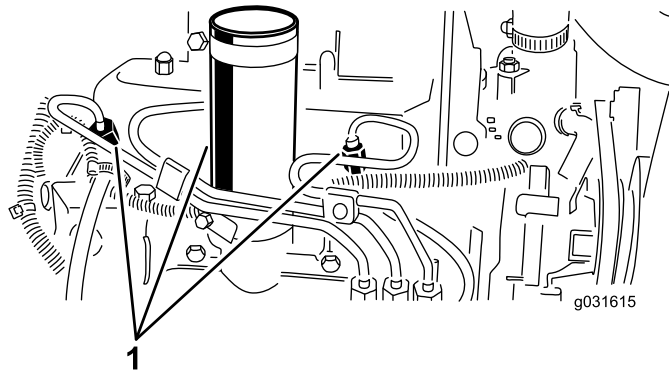

図 52
1. 燃料噴射ポンプの No.1インジェクタノズル 図 52 へのパイプ接続部をゆるめる。